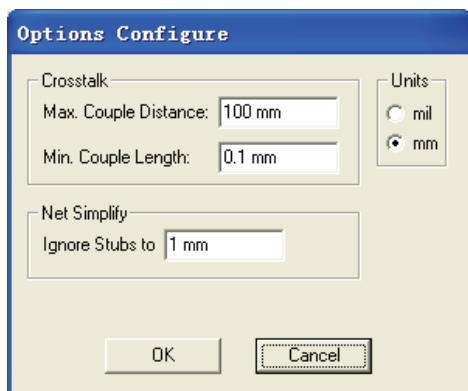

图 11-49 “Options Configure”对话框
(1) 执行菜单命令“Options”→“Configure”，弹出如图 11-49 所示的“Options Configure”对话框，选择默认设置，单击 **OK** 按钮，关闭对话框。